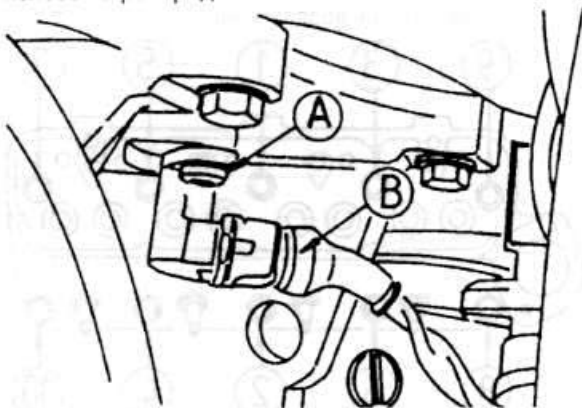

Рис. 2.19
- ♦ Снимите датчик частоты вращения двигателя (рис. 2.19).